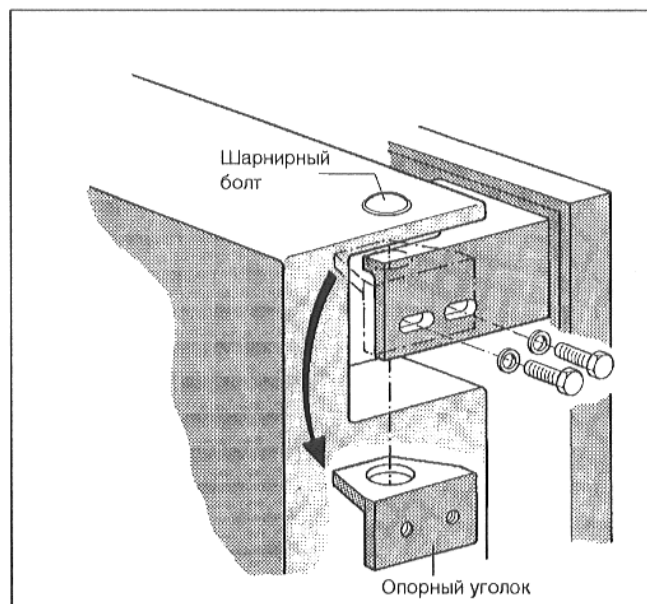

Рис. 6
- Вывернуть из каждого шарнира сверху и внизу по 2 винта с шестигранной головкой (Рис. 6).
- Вынуть опорные уголки изнутри по направлению вниз (Рис. 6).
- Ввести опорные уголки сверху и внизу на противоположной стороне отверстием в шарнирный болт и привинтить к несущему уголку двери, используя по 2 винта с шестигранной головкой (Рис. 6).